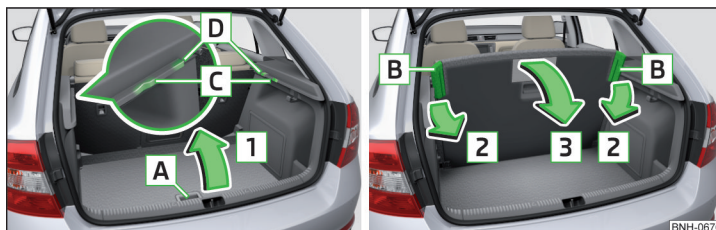

Abb. 114 Variablen Ladeboden hochklappen/herunterklappen
- › Den variablen Ladeboden am Griff **A** in Pfeilrichtung **1** anheben. Die klappbaren Ecken **B** müssen in den Bereichen **C** oder **D** („Parkstellung“) gesichert werden » Abb. 114.